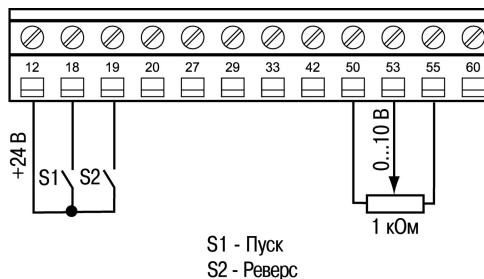

Рисунок 2.1 Схема соединения клемм ПЧВ.
- 2) Работа ПЧВ по алгоритму рис. 2.1